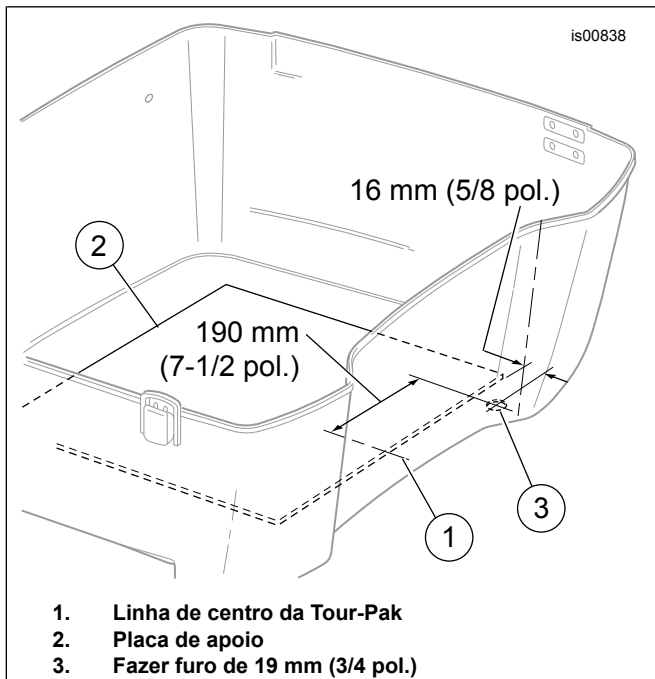

Figura 2. Local de perfuração do cabo da antena AM/FM (Tour-Pak tipo 1)
- a. Veja a Figura 2. Meça e determine o centro (1) da placa de apoio (2) que cobre o fundo da Tour-Pak.